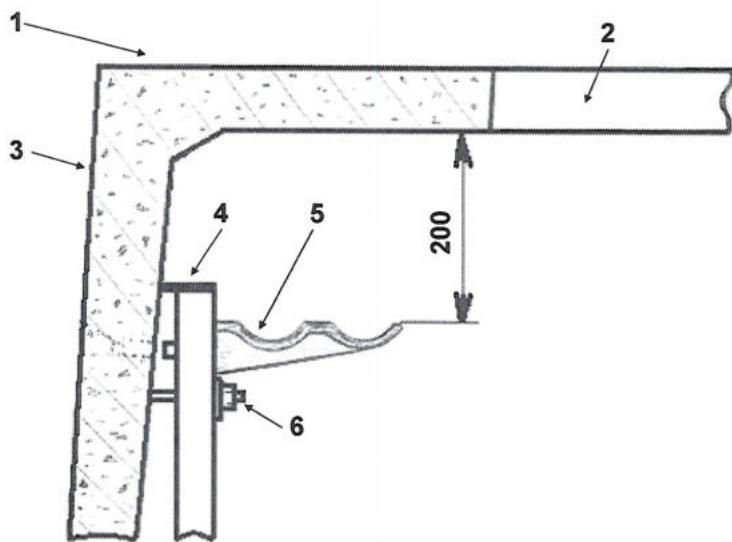

Рис. 19. Свободное пространство между перекрытием и верхним рядом консолей ККЧ:
5.1. В заполненных колодцах типа ККС, то есть в колодцах, в которых консоли на верхних частях кронштейнов заняты ранее проложенными кабелями и смонтированными муфтами, имеется свободное место между верхними консолями и перекрытием колодцев, в котором можно разместить дополнительные муфты типа МОГ на стальных консолях типа КСО (рис. 19).